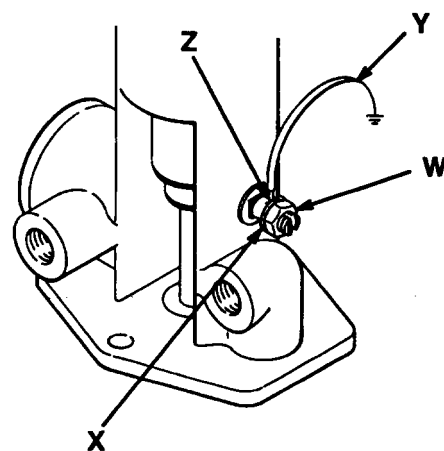

Fig. 1
1. Pompa: Motore ad aria compressa Modello 204-464 utilizzare un morsetto ed un cavo di terra. Ved. Fig. 1. Motore ad aria compressa Modelli 204-722 e 223-953 - utilizzare un morsetto ed un cavo di terra come illustrato nel manuale separato della pompa.
Per collegare a terra la pompa dotata di motore ad aria compressa Modello 204-464, allentare il controdado del capocorda di messa a terra (W) e la rondella (X). Inserire un'estremità di un cavo di messa a terra di min. 1,5 mm² (12 ga) (Y) nella fessura del capocorda (Z) e serrare a fondo il controdado. Ved. Fig. 1. Collegare l'altra estremità del cavo ad una messa a terra effettiva. Per ordinare il cavo di terra e il morsetto, fare riferimento al capitolo ACCESSORI.